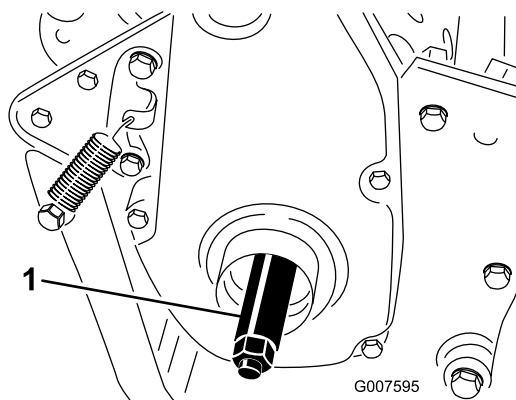

Figura 8
3. Inserite l'albero della ruota destra nella puleggia motrice sul lato destro della macchina (Figura 8).